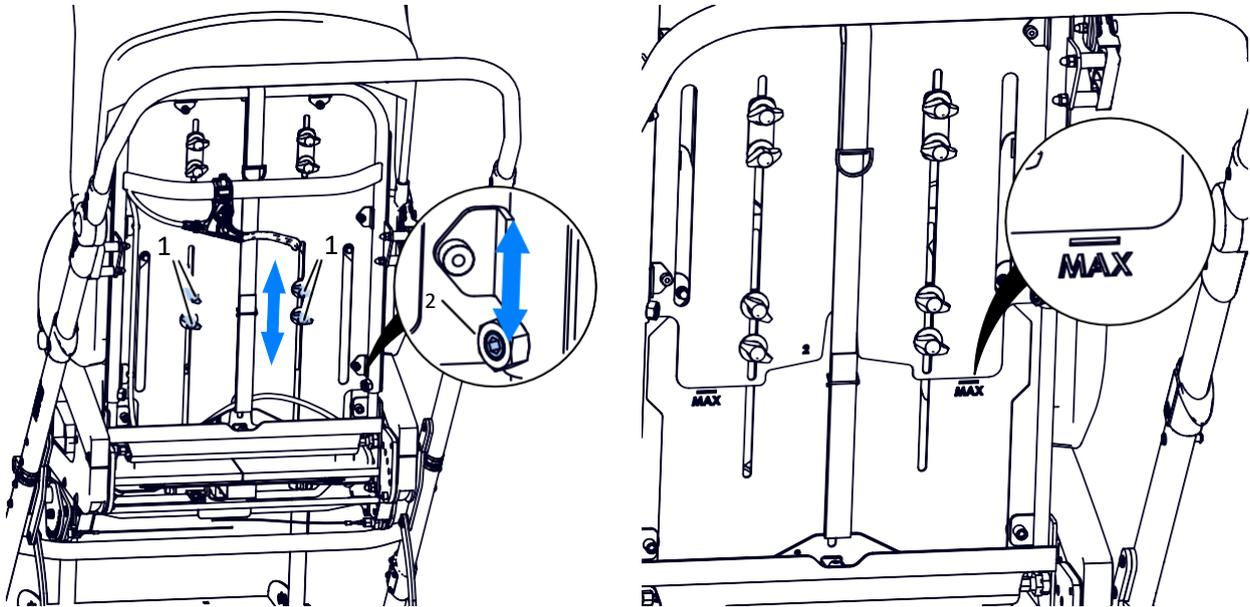

Abb. 17
Um die Höhe der Rückenlehne einzustellen, lösen Abb. 17 die Knöpfe (1), die die Bruststütze blockieren, sowie die Blockschrauben (2). Stellen Sie die gewünschte Höhe der Rückenlehne ein und sichern Sie sie dann durch erneutes Anziehen der Schrauben (2). Stellen Sie die Bruststützen in die richtige Position und ziehen Sie die Schrauben (2) wieder an, die die Bruststützen blockieren. Die maximale Ausdehnung der Rückenlehne wird durch das Zeichen MAX gekennzeichnet. Beim Ausfahren der Rückenlehne und Erreichen des Maximum der zulässigen Grenze ist das MAX-Zeichen sichtbar. Es ist nicht zulässig, die Rückenlehne über das MAX-Zeichen auszufahren.